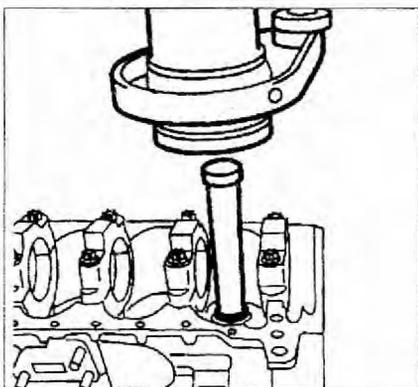

Рис. 2.47. Выпрессовка гильзы.
1. Выпрессуйте гильзы (рис. 2.47).